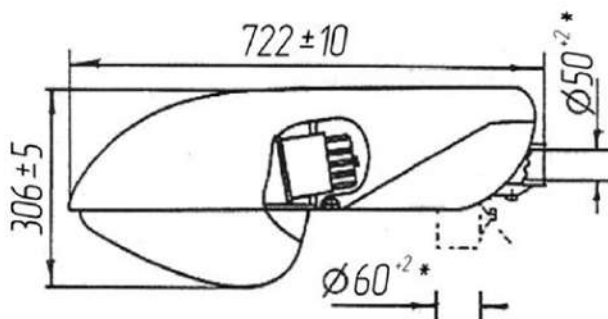

Рисунок 1
2.1 Светильники консольные серии ЖКУ/ГКУ20 «Орион» УХЛ1 (рисунок 1) с газоразрядными лампами высокого давления предназначены для наружного освещения: освещения улиц, дорог с высокой, средней и слабой интенсивностью движения транспорта, железнодорожных платформ и станций, мостов, территорий дворов, школ.